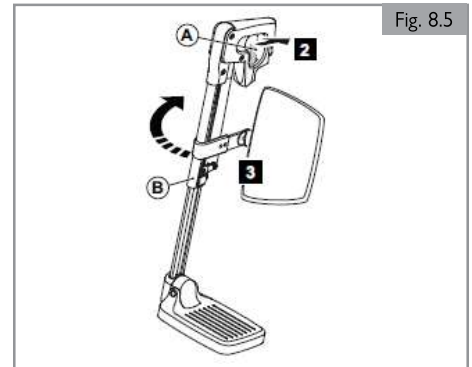

Fig. 8.5
**8.4 Despliegue los reposapiernas (Fig. 8.5)****Extracción de un reposapiernas abatible**